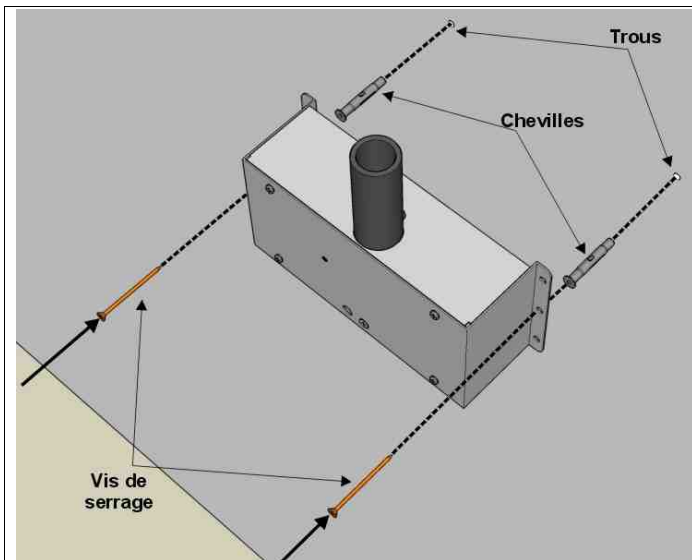
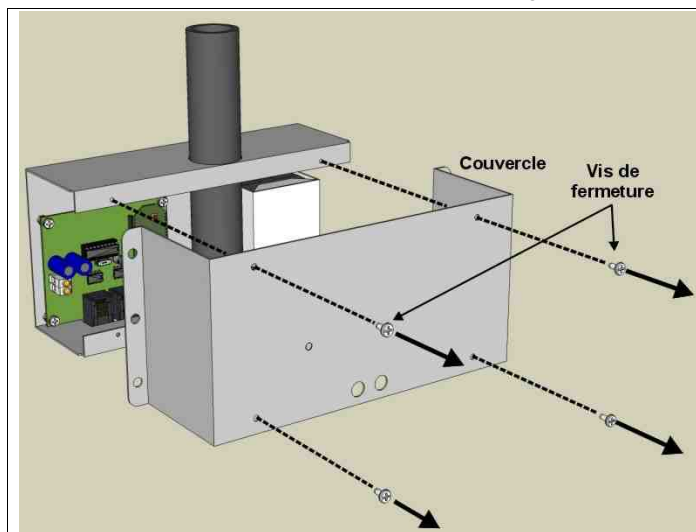

Fig. 6: Détail de fixation murale
Fig. 9: Ouverture du couvercle
1. Réalisez deux trous de 6 mm de diamètre dans le mur (Fig. 6).
2. Désinstallez le Récepteur Radio du mur (Fig. 6) et dévissez les 4 vis de serrage frontales (Fig. 9) pour ôter le couvercle.